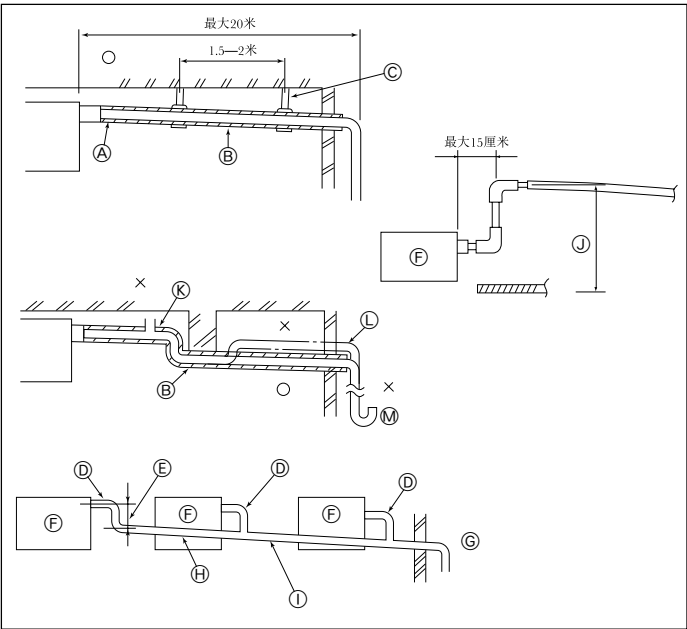

Fig. 3-4
3.4. 安装排水管 (Fig. 3-4)
- ① 正确配管
- ② 错误配管
- ③ 绝缘材料 (9毫米或者以上)
- ④ 斜度 (1/100或者以上)
- ⑤ 支承金属件
- ⑥ 排气孔